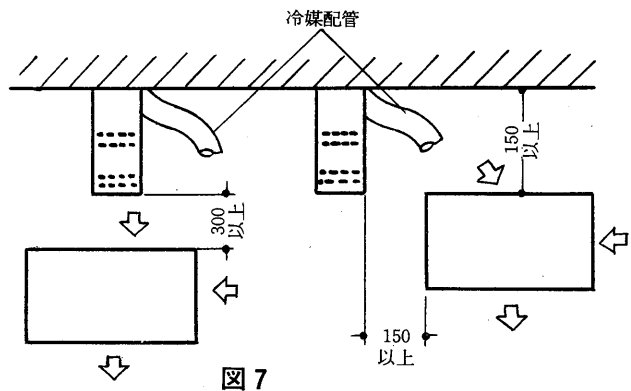

図7
1)室外ユニットを給排気アタッチメントの前方に置く場合は、アタッチメント先端から300 mm 以上、横に置く場合は壁面、給排気アタッチメントからそれぞれ 150mm 以上離してご使用ください。また、各配管は、給排気アタッチメントのドレンが直接当たらないように曲げてください。<図7>